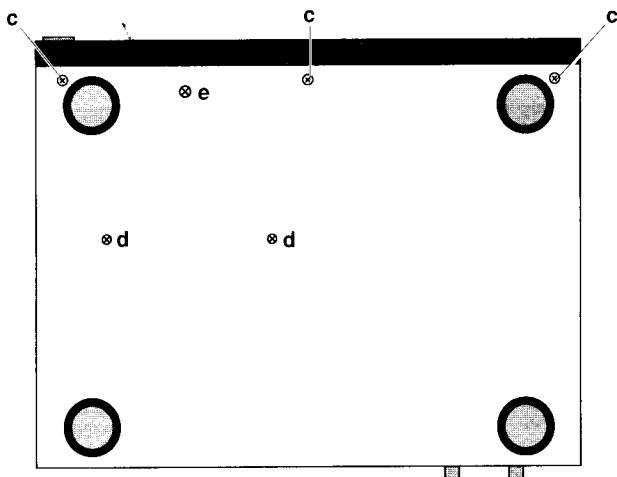

Abb. 3 Fig. 3
- 3 Schrauben **c** (Abb. 3) auf der Geräteunterseite herausdrehen.
- CD-Einheit ausbauen** (Abb. 3 und 4)
- Undo 3 screws **c** (Fig. 3) on the bottom of the Player.
- Removing the DC unit** (Fig. 3 and 4)